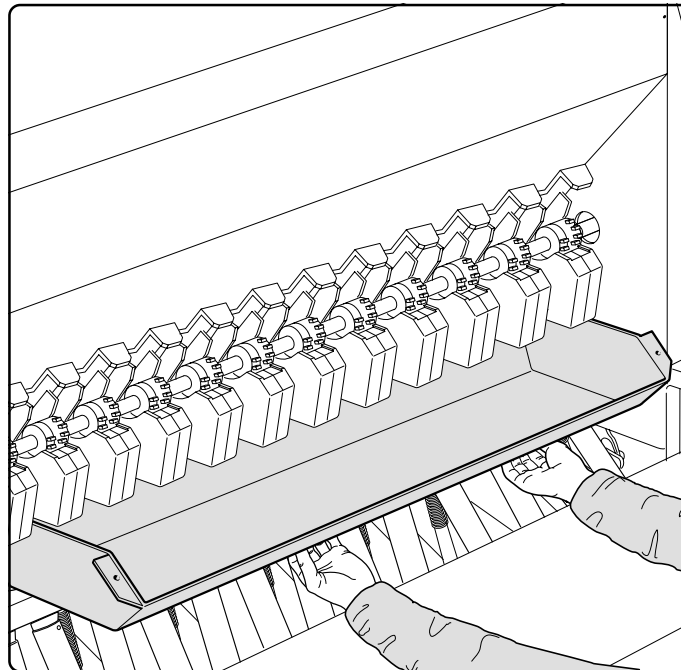

Fig. 32
- Sganciare le vasche raccogli semi (Fig. 32) e posizionarle sotto le bocchette uscita semi.
- *Release the seed collection tanks (Fig. 32) and position them beneath the seed discharge mouths.*
- die Samenbehälter (Abb. 32) aushängen und sie unter die Samenausgangsstutzen stellen.
- *décrocher les cuves à semences (Fig. 32), qui seront positionnées sous les goulots de sortie des graines.*
- desenganchar las cubas de recolección de las semillas (Fig. 32) y situarlas debajo de las bocas de